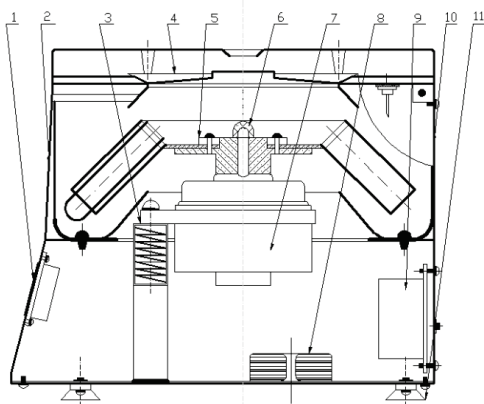

Рисунок 1 - Центрифуга ПЭ-6910
- 6.1. Центрифуга ПЭ-6910 выполнена в виде моноблока в корпусе из высокопрочного пластика (Рисунок 1). В передней части устройства расположена панель управления. На правой стенке внизу расположен сетевой выключатель. В верхней части находится откидная крышка, через которую производится загрузка и выгрузка образцов, справа сверху расположен механический фиксатор крышки. На задней стенке устройства расположены разъём для присоединения сетевого шнура и ко-
- 7.2. Убедиться, что ротор надёжно закреплён на оси двигателя центрифуги с помощью гайки 6 (Рисунок 1).